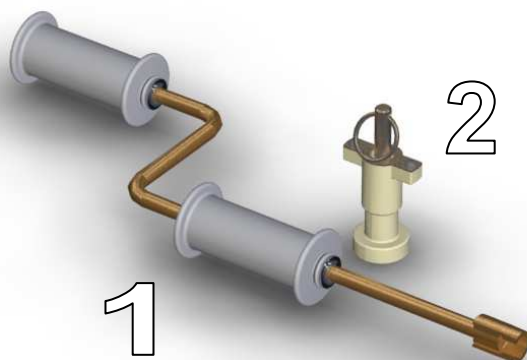

Рисунок 1 – Рукоятка аварийного ручного привода ВЭ (1) и магнитный ключ КМ (2)
1) руководящими документами устанавливается, что рукоятка аварийного ручного привода ВЭ и магнитный ключ (рисунок 1) предназначены ТОЛЬКО для пуско-наладочных работ и проведения операций при потере оперативного питания или в случае неисправности электрического привода, электромагнитного блок-замка или электромагнитного ключа. Запрещается использование рукоятки аварийного ручного привода и магнитного ключа оперативным персоналом для проведения переключений до подтверждения неисправности электрического привода, электромагнитного блок-замка или цепей блокировки уполномоченным лицом, ответственным за техническое состояние блокировки. В этом случае блокировка существенно упрощается, т.к. для электрических приводов будет применена только электрическая блокировка;